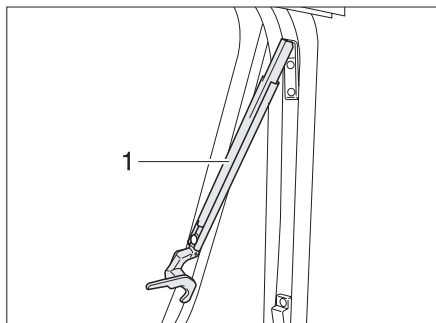

Bild 25 Överkantshängt fönster med automatik-spärrar, öppet
- ▶ Öppna det överkantshängda fönstret till önskat läge. Automatik-spärren (Bild 25,1) hakar fast automatiskt.